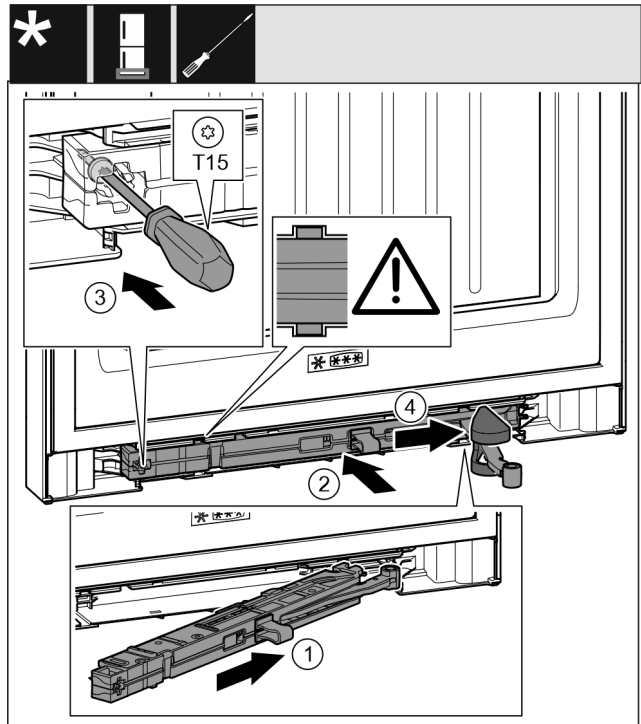

Fig. 46
- ▶ Skub lukkedæmperenheden på hængselkonsolsiden skråt ind i åbningen indtil anslag. *Fig. 46 (1)*
- ▶ Skub lukkedæmperenheden helt ind i åbningen. *Fig. 46 (2)*
- ▶ Stram skruen med en skruetrækker T15. *Fig. 46 (3)*
- ▶ Skub afdækningen ind over leddet. *Fig. 46 (4)*